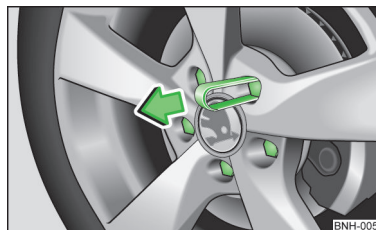

Fig. 144
- > Împingeți clema de extragere » pagina 178 pe capac, până când cârligele interioare ale clemei ating gulerul capacului » fig. 144.